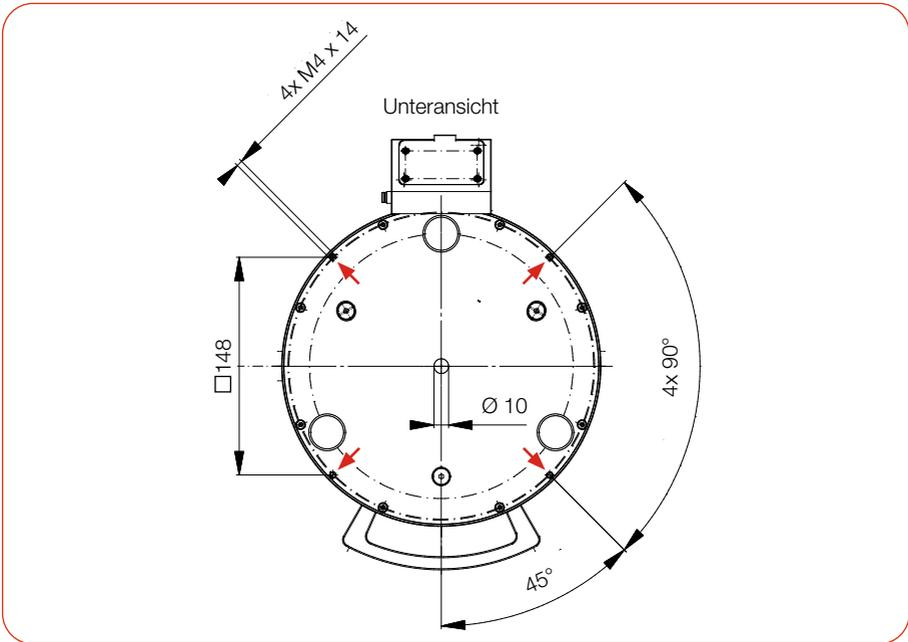

Abb. 6.3: Befestigungsgewinde im Gehäuse (Maße in mm)
1. Montieren Sie das Gerät gemäß der Abb. 6.3 auf Seite 23 an den Befestigungsgewinden. Die Gesamtlänge der Schrauben ist von den Dimensionen der kundenseitigen Halterung abhängig.